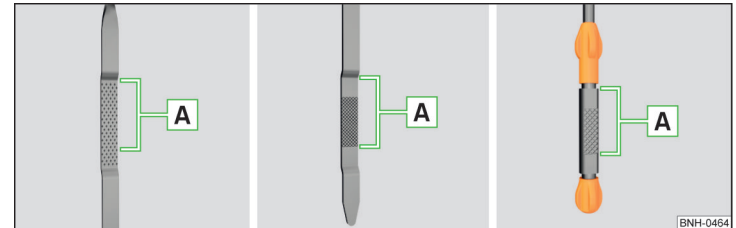

Abb. 120 Prinzipdarstellung: Ölmesstab
Ölmesstab » Abb. 120
- Der Ölstand darf keinesfalls oberhalb oder unterhalb des Bereichs  » Abb. 120 liegen - es besteht die Beschädigungsgefahr des Motors sowie der Abgasanlage!